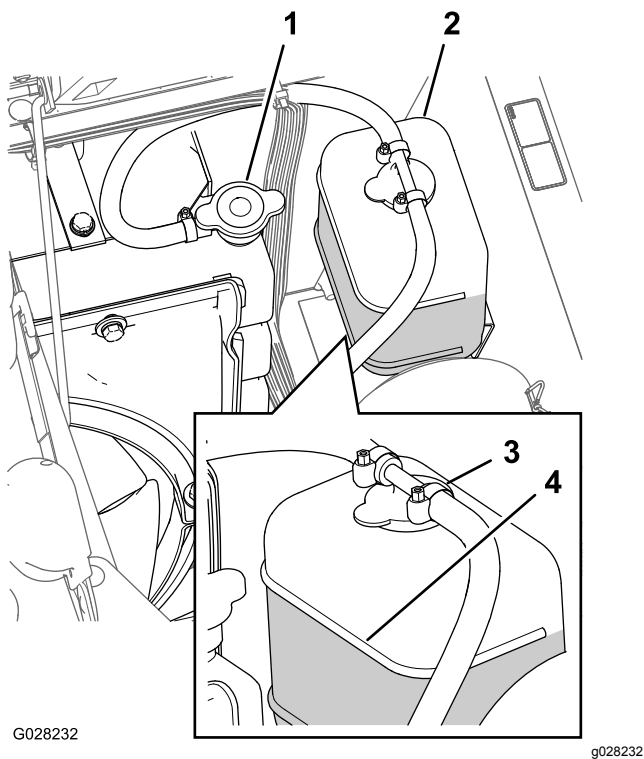

Bild 86
3. Schrauben Sie den Kühlerdeckel und den Deckel vom Ausdehnungsgefäß vorsichtig ab (Bild 86).
Hinweis: Der Kühler muss bis zur Oberkante des Füllstutzens, und das Ausdehnungsgefäß bis zur Voll-Markierung am Behälter gefüllt sein (Bild 86).
- Wenn der Kühlmittelstand niedrig ist, nehmen Sie den Deckel des Ausdehnungsgefäßes und den Kühlerdeckel ab. Füllen Sie dann das Ausdehnungsgefäß bis zur VOLL-Markierung und den Kühler bis zur Oberkante des Einfüllstutzens (Bild 86).
- Drehen Sie die Deckel wieder auf das Ausdehnungsgefäß und den Kühler auf (Bild 86).
- Warten Sie, bis der Motor abgekühlt ist, und nehmen Sie dann den Kühlerdeckel ab (Bild 86).
- Nehmen Sie den Kühlerdeckel ab (Bild 86).
8. Lassen Sie den Motor an, wenn der Deckel lose auf dem Kühler sitzt (Bild 86).
10. Wenn das Kühlmittel warm ist, füllen Sie Kühlmittel bis zur Dichtungsoberfläche des Deckels nach und drehen Sie den Deckel fest (Bild 86).
11. Nehmen Sie den Deckel des Ausdehnungsgefäßes ab und füllen Sie den Behälter bis zur Cold-Markierung mit Kühlmittel (Bild 86).